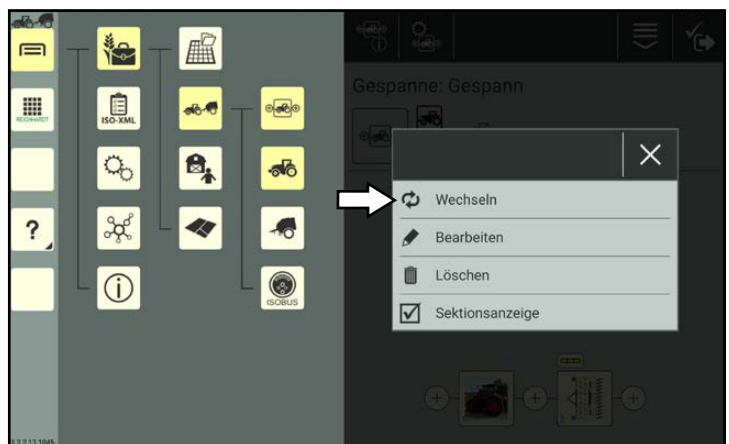

Abb. 313: Option „Wechseln“ auswählen
2. Wählen Sie die Option „Wechseln“ (siehe Abb. 313).